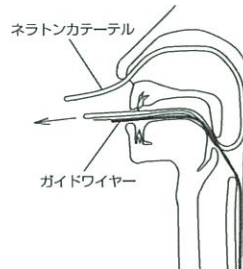
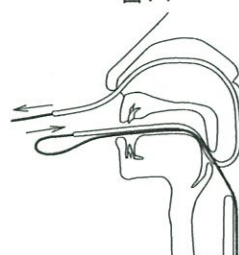
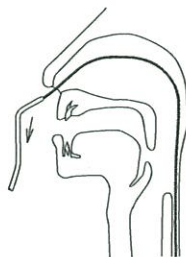

図14
図15
図16
3. ネラトンカテーテルの表面にイレウスチューブ挿入用薬剤を塗布し、鼻腔よりネラトンカテーテルを挿入し、口腔より引き出す (図14)。ネラトンカテーテル内に潤滑液を注入し、そのネラトンカテーテルの口腔側のガイドワイヤーを挿入して鼻腔より引き出す (図15)。ガイドワイヤーを引き出した後、ネラトンカテーテルを鼻腔より抜去する (図16)。